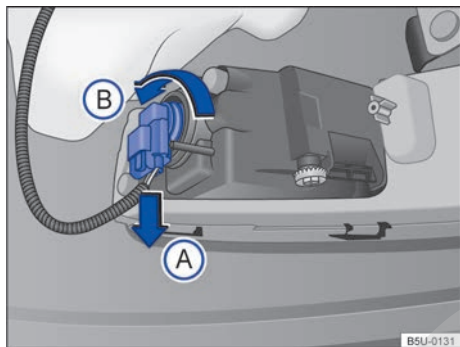

Fig. 141 Detrás del parachoques delantero: acceso a la lámpara incandescente del farol de neblina.
2. Desencajar el conector de alimentación de la lámpara → fig. 141 en el sentido de la flecha (A), presionar, al mismo tiempo, la traba de fijación del conector.
3. Girar el portalámparas → fig. 141, en el sentido antihorario de la flecha (B), y desencajarlo del alojamiento.